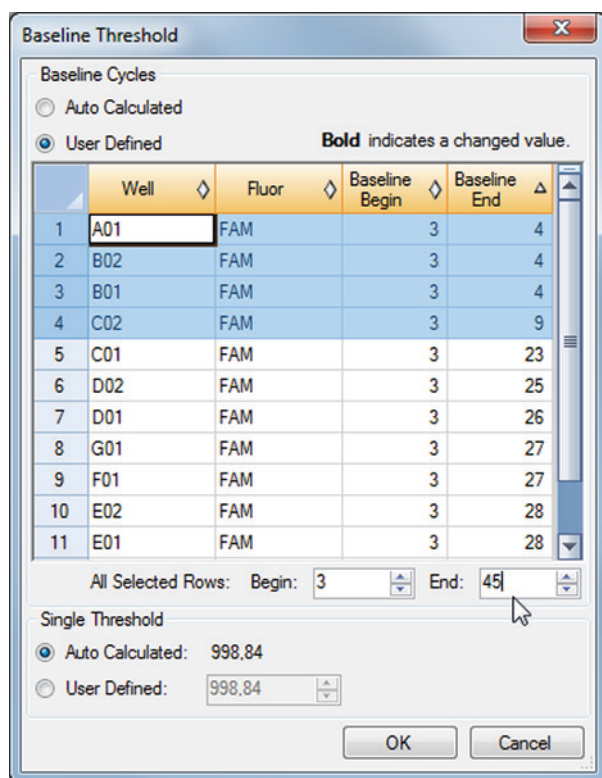

Figura 5: Cuadro de diálogo Baseline Threshold (umbral de línea de base)
3. En la barra de menú de la ventana Data Analysis (análisis de datos), haga clic en **Settings** → **Baseline Threshold...** (ajustes → umbral de línea de base...) para abrir el cuadro de diálogo Baseline Threshold (umbral de línea de base) (consulte la figura 5).
5. Seleccione todas las líneas que muestren un valor de **Baseline End** (final de línea de base) de 1 a 9 (consulte la figura 5).
- Establezca el valor en el campo **End:** (final:) en 45 para las líneas seleccionadas (consulte la figura 5).
- Repita los pasos del 3 al 7 para los canales de detección VIC™ (IC), ROX™ (NG *opa* objetivo) y Cy5 (NG *porA* objetivo)